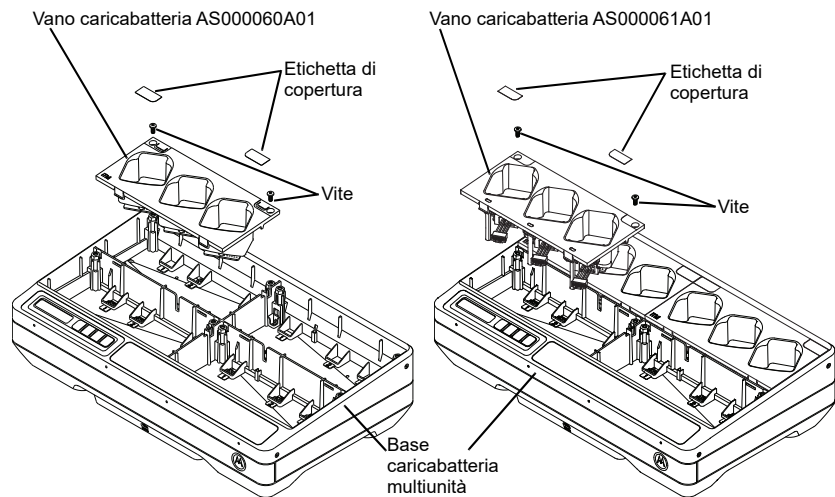

Figura 7: Installazione e rimozione del vano di ricarica.
4. Rimuovere il vano tirando verso l'alto il connettore (fare riferimento alla Figura 7).